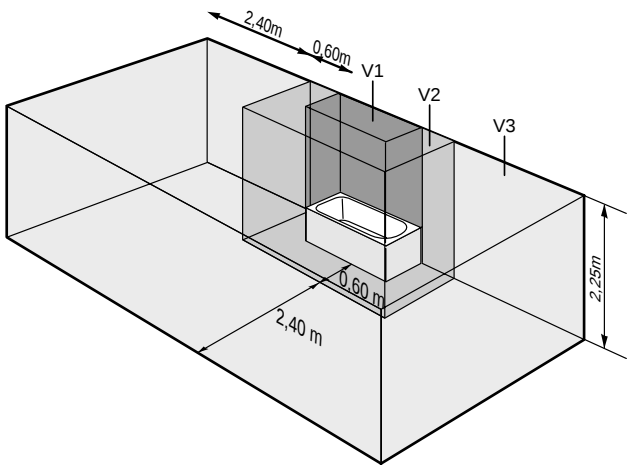

Abb. 1
- Vorsicht! Gerät nicht in unmittelbarer Nähe von Badewanne, Dusche, Wasch- oder Schwimmbecken benutzen. Der Schutzbereich ist entsprechend VDE Normen 0100, Teil 701 zu beachten. Die Geräte müssen im Raum unter Einhaltung der in Abb. 1 angegebenen Raummaße und der in der Funktionsübersicht eingetragenen Werte installiert werden.